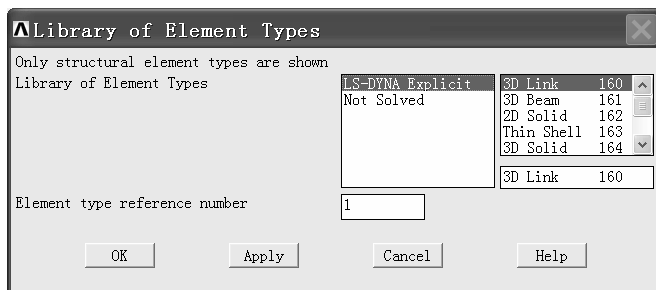

图 3-163 “Library of Element Types” 窗口
(3) 单击“Element Types”窗口中的“Add...”按钮,弹出“Library of Element Types”窗口(见图 3-163)。
(4) 在“Library of Element Types”窗口中的左方框中单击选中“LS-DYNA Explicit”,在右方框中单击选中“3D Solid 164”。